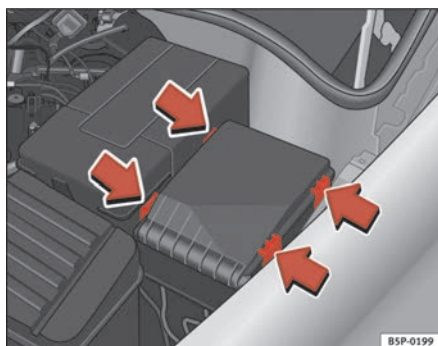

Fig. 181 Copertura della scatola dei fusibili nel vano motore
- Rimuovere la copertura dei fusibili situata nel vano motore premendo le linguette verso il centro della copertura ⇒ **fig. 181**.